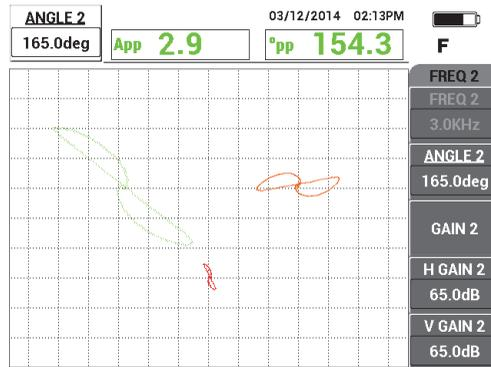

Рис. 5-140 Настройка угла частоты 2
5. Дважды нажмите клавишу **ANGLE** () и настройте угол сигнала частоты 2 (красн.) так, чтобы сигнал отверстия принял почти вертикальное положение (см. Рис. 5-140 на стр. 240).